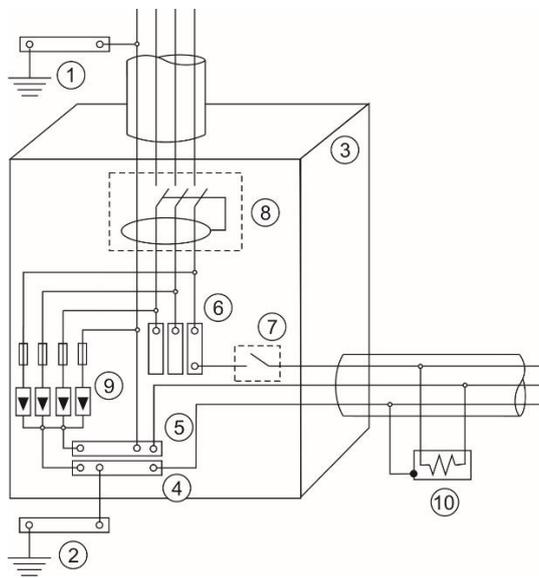

Figura 3
- (C) na instalação do DSP, em esquema TN, mostrada na figura 3, a montante do dispositivo diferencial residual (DR), o dispositivo DR tem que ser um Disjuntor Diferencial Residual (DDR) para garantir proteção de sobrecorrente ao circuito.
- (D) instalação do DSP em esquema IT a jusante do dispositivo DR é mostrada na figura 3.
- (E) a instalação do DSP em esquema TT a montante do dispositivo de proteção de sobrecorrente é mostrada na figura 3.